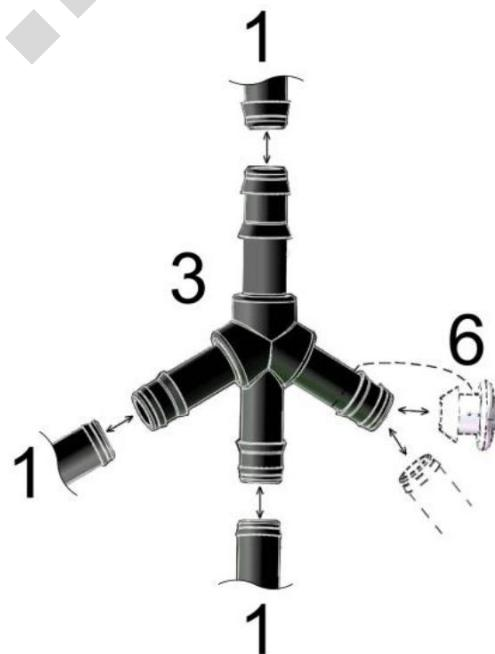

Рис.1
2. Соедините насос (9) и подающий шланг (1).
3. Установите насос (9) на дно бочки с водой.
4. Выберите длину подающего шланга (1) и соедините его с большим разветвителем (3) так, чтобы он выходил из бочки в соответствии с общей схемой и рис.1.
- Большой разветвитель (3) рекомендуется зафиксировать в неподвижном положении для избежания вибраций во время подачи воды.
- В соответствии с Вашей схемой посадки выберите длину подающих шлангов (1), идущих от большого разветвителя (3). Нарежьте и соедините их с выходами большого разветвителя (3). При необходимости воспользуйтесь пробкой большого разветвителя (3) (Рис.1).